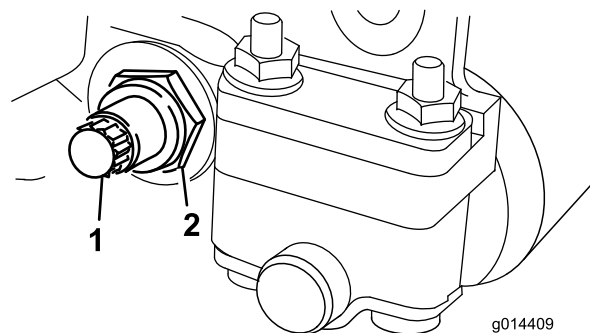

Figura 14
3. Pe fiecare latură a mainii, slăbiți contrapiulița care fixează urubul barei de cadru (Figura 14).
4. Îndepărtați fiecare urub al barei de cadru, permițând tragerea în jos și îndepărtarea acestuia de pe unitatea de tăiere (Figura 14).